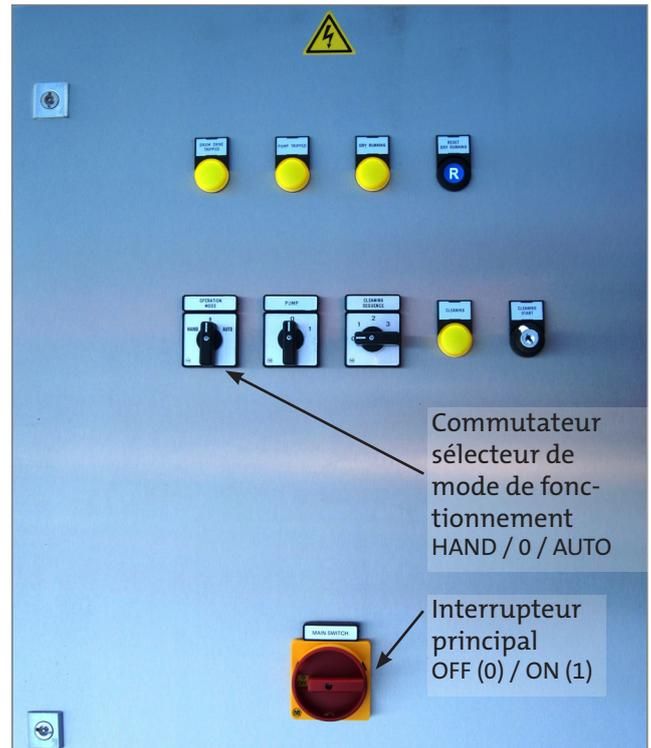

Figure 2.3 Armoire automatique Hydrotech (en option)
- ▶ Avant la maintenance, tournez l'interrupteur de sécurité (voir Figure 2.3) sur OFF (0) et verrouillez-le à l'aide d'un cadenas.
Le filtre est muni d'un interrupteur principal (voir Figure 2.3).